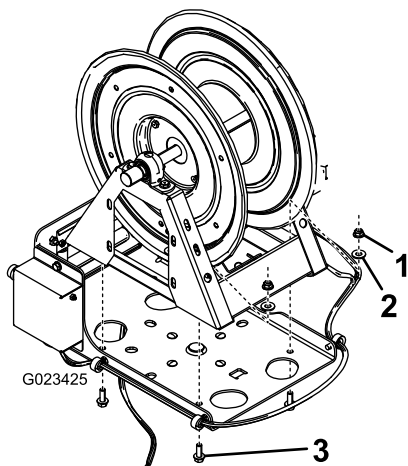

Bild 7
7. Befestigen Sie die Schlauchtrommel mit vier kurzen Schrauben (3/8"), vier kleinen Scheiben und vier Bundmuttern (3/8") an der Schwenkplatte, wie in **Bild 7** abgebildet.